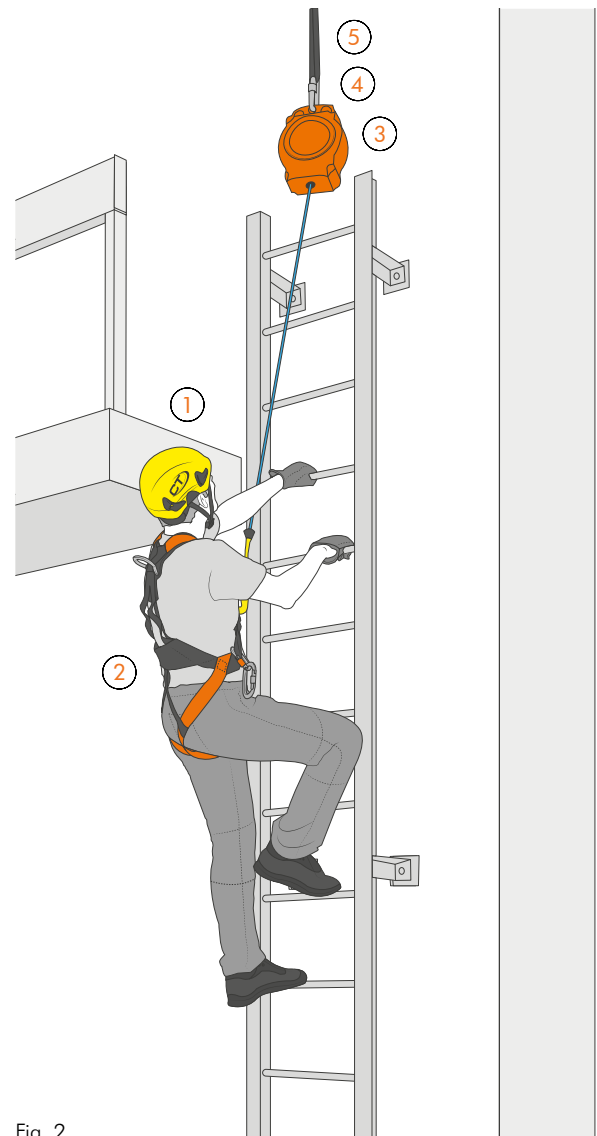

Fig. 2
D2 / At the top of the ladder there is an EN 360 retractable type fall arrester (3) of a length commensurate with the ladder and fitted with a retrieval cord (C). Before climbing the operator pulls the retrieval cord to pull the fastener of the retractable type fall arrester down to him or her and attach it to the chest or back ring of the EN 361 harness (2). Having done this, the operator can climb or descend the ladder in safety (Fig. 2). This solution needs a supplemental protection system which allows every 12 months the removal, periodic inspection and re-installation of the retractable type fall arrester.
D2 / En la parte superior de la escalera hay un sistema anticaídas retráctil EN 360 (3) de una longitud adecuada a la escalera y con una cuerda de recuperación (C). Antes de subir, el operario tira de la cuerda de recuperación para bajar el conector del sistema anticaídas retráctil y conectarlo a la anilla esternal o dorsal del arnés EN 361 (2). A continuación, el operario podrá ascender y descender por la escalera con seguridad (Fig. 2). Esta solución requiere un sistema de protección adicional, que cada 12 meses permita el desmontaje, la inspección y la reinstalación del sistema anticaídas retráctil.